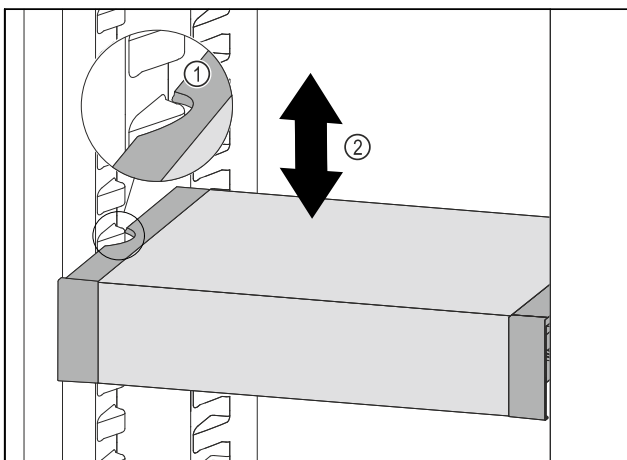

Fig. 80
- ▶ Тяните VarioSafe вперед, пока боковые выемки VarioSafe не окажутся на высоте выступа резервуара в холодильном отделении. Fig. 80 (1)
- ▶ Двигайте VarioSafe в холодильном отделении вверх или вниз, пока не будет достигнута требуемая высота. Fig. 80 (2)